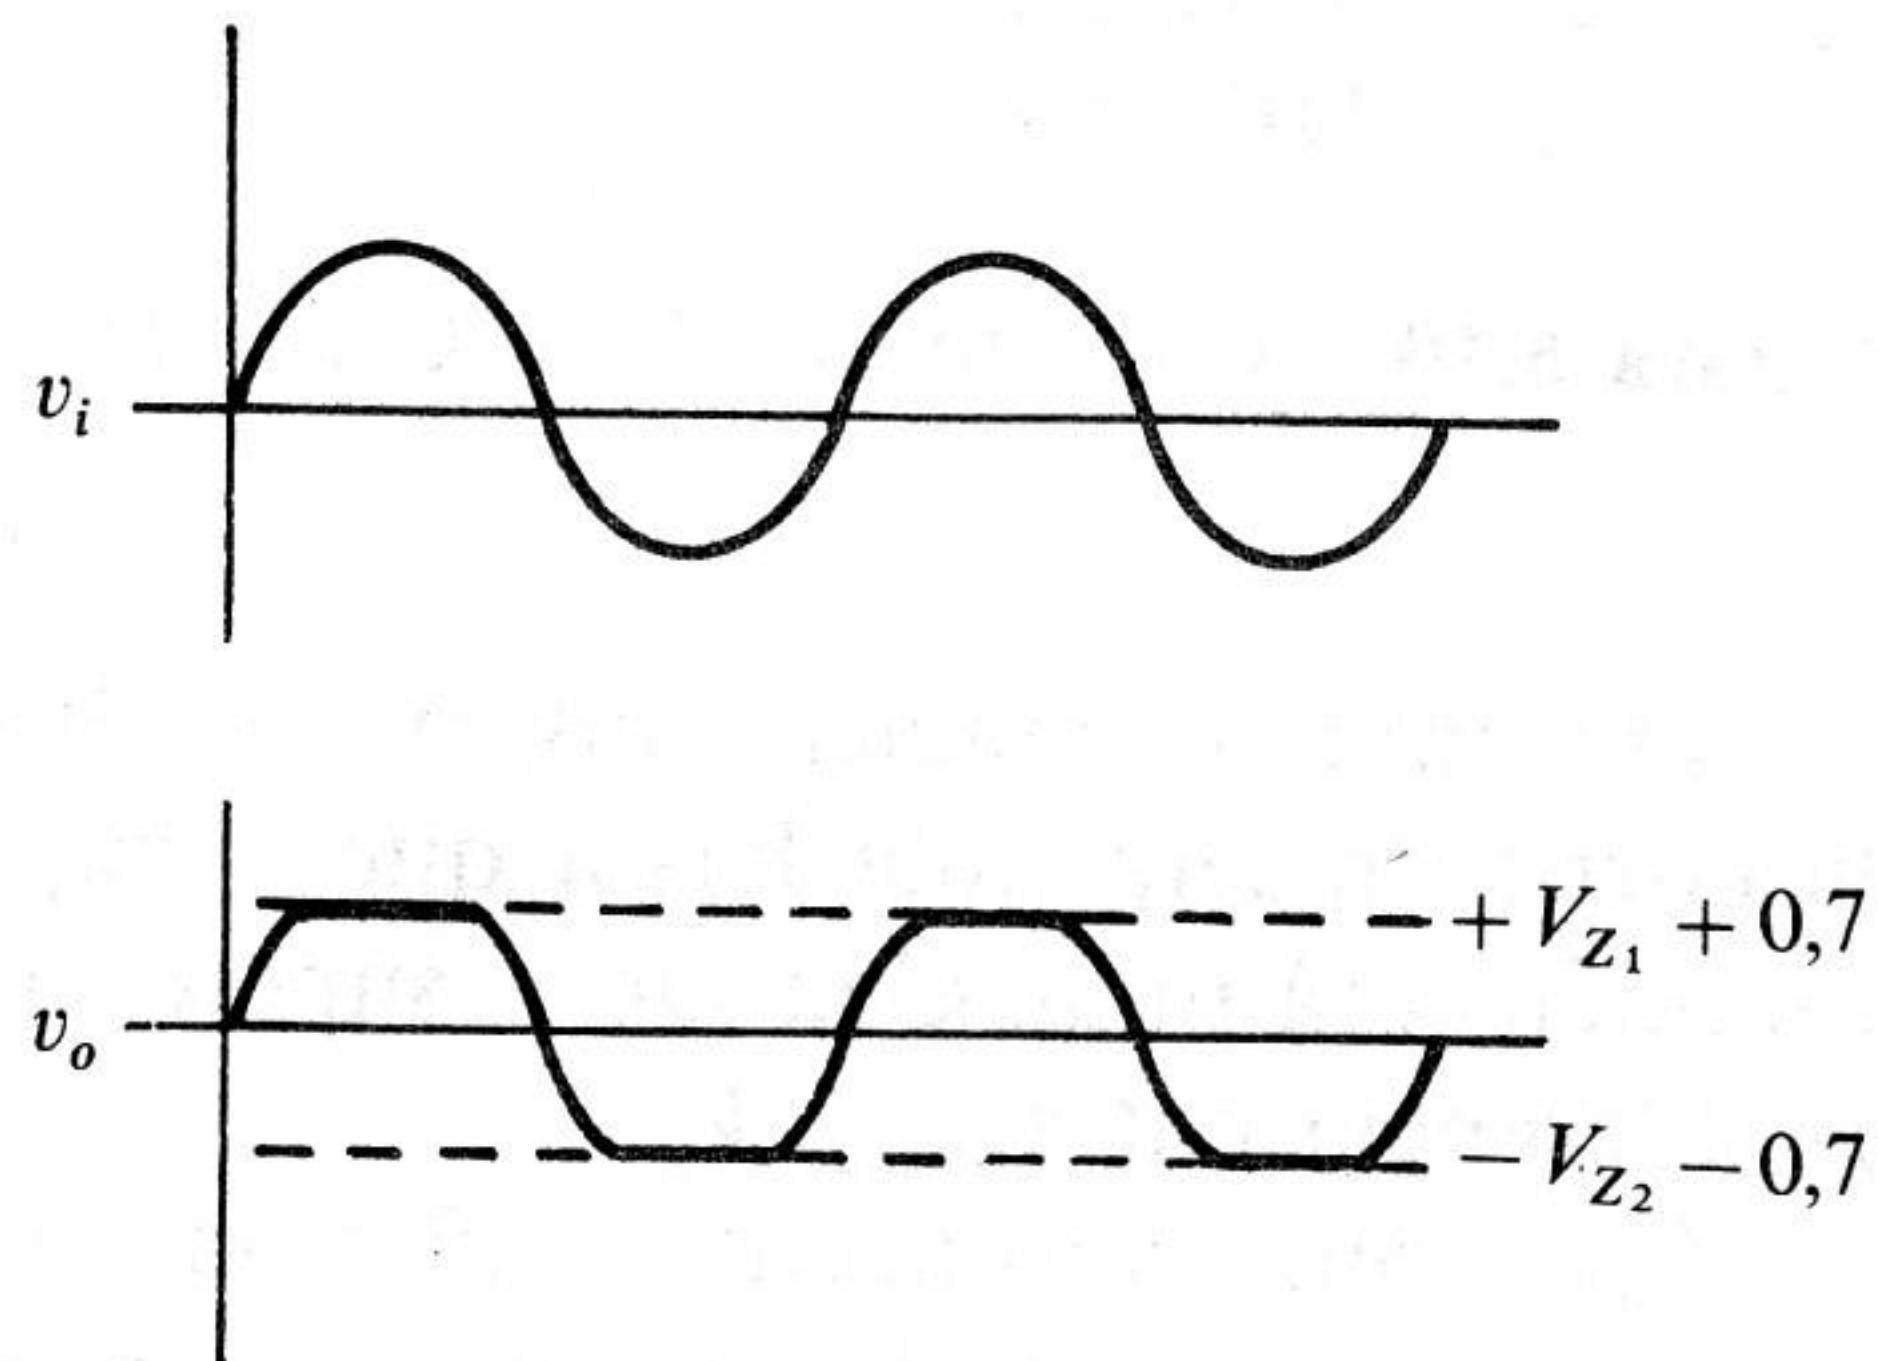

Figura 6.9. Limitador doble simétrico.
Un limitador doble simétrico se consigue con la disposición de la Figura 6.9, siempre que $Z_1 = Z_2$, la Gráfica 6.3 muestra los resultados.
9. Repetir el punto 7 para la Figura 6.9.